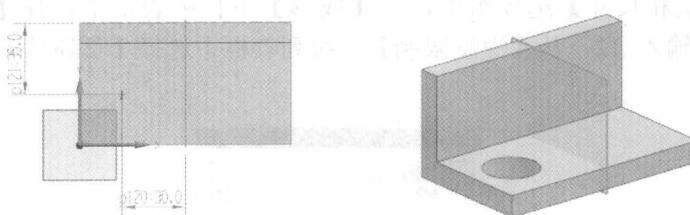

图 1-14 标注尺寸
⑥ 单击【草图工具】栏上的【自动判断的尺寸】按钮 $\square$ ，标注尺寸，如图 1-14 所示，单击【完成草图】按钮，单击【孔】对话框中的【确定】按钮完成孔创建。